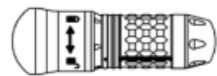

Figure 4
1. Tourner l'accessoire pour aligner la flèche avec le symbole de déverrouillage (Figure 4).